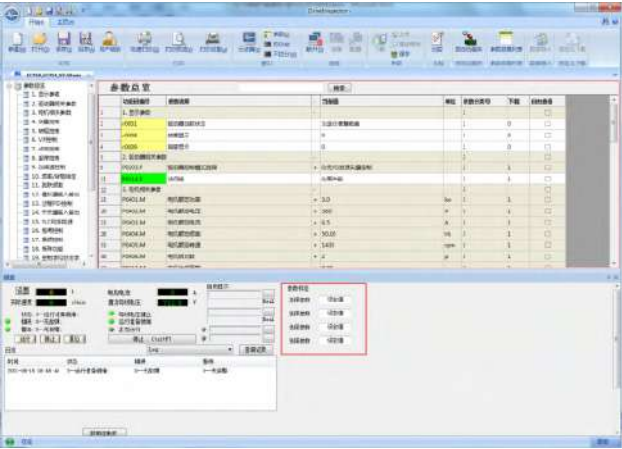

图 13-50 参数标定面板
(1) 打开参数表，在模拟键盘上提供了参数标定面板，如图 13-50 所示。